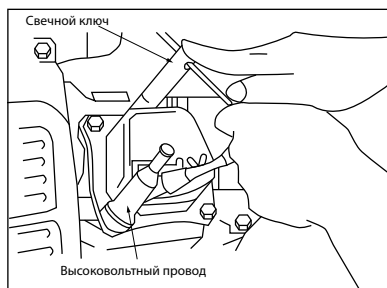
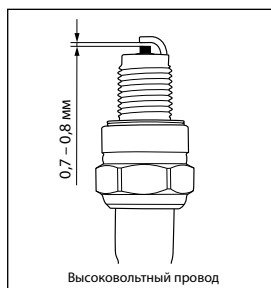

рис. 15
рис. 16
3. Выверните свечным шестигранным ключом, входящим в комплект поставки, и осмотрите свечу (рис. 15). Электроды свечи должны иметь светло-коричневый цвет (рис. 16).
6. Проверьте величину зазора между заземляющим и центральным электродами, используя специальный щуп. При необходимости установите зазор 0,7–0,8 мм (рис. 16).